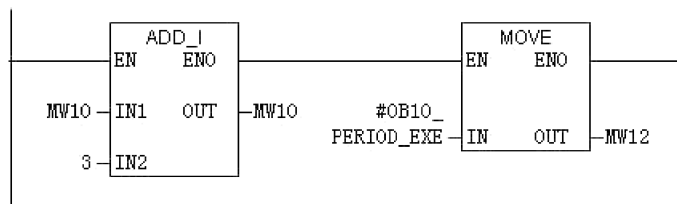

图 5-19 在 OB10 里编写的程序
4) 打开 OB10, 出现如图 5-18 所示画面。在 OB10 里编写程序, 如图 5-19 所示, 然后保存。